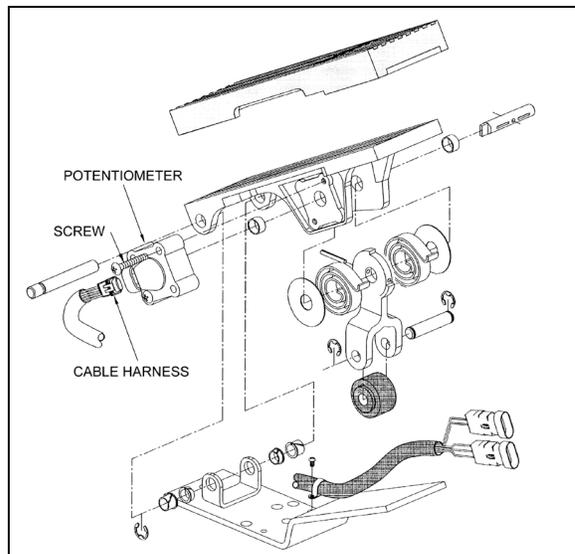

FIGURA 34: CONJUNTO DE PEDAL ELECTRÓNICO 03035
3. Deseche el potenciómetro (Figura 34).
4. Posicione el potenciómetro nuevo. Presione el potenciómetro en el eje del potenciómetro, correspondiendo los recortes en el eje a las lengüetas de guía del potenciómetro. Aplique presión de la mano hasta que el potenciómetro haya tocado fondo en la carcasa. Reinstale los tornillos (Figura 34) y apriete justo lo suficiente para asegurar el potenciómetro ligeramente.